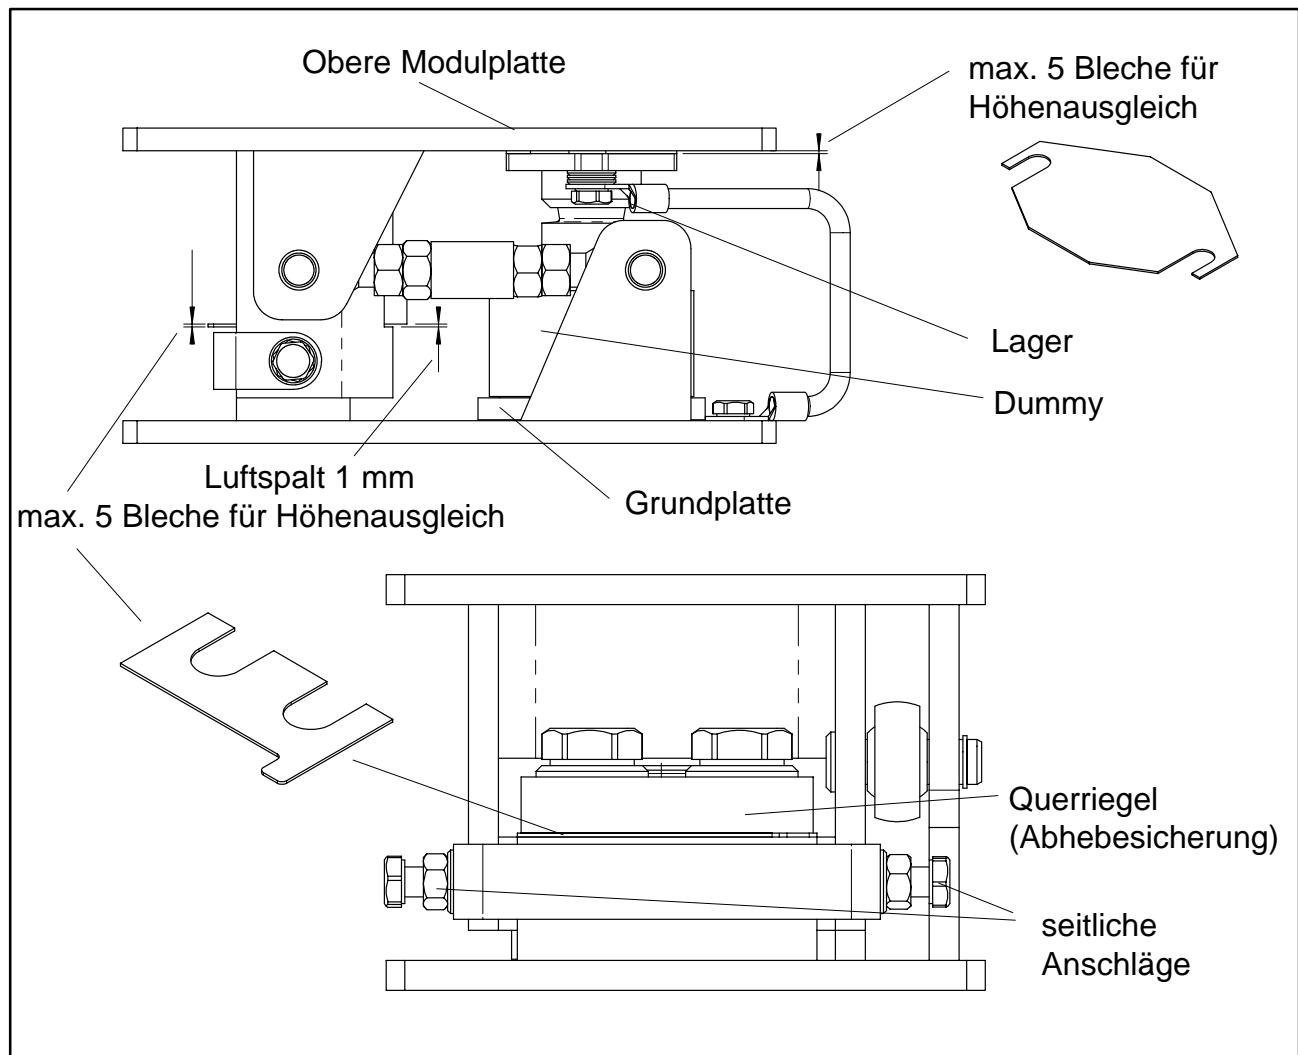
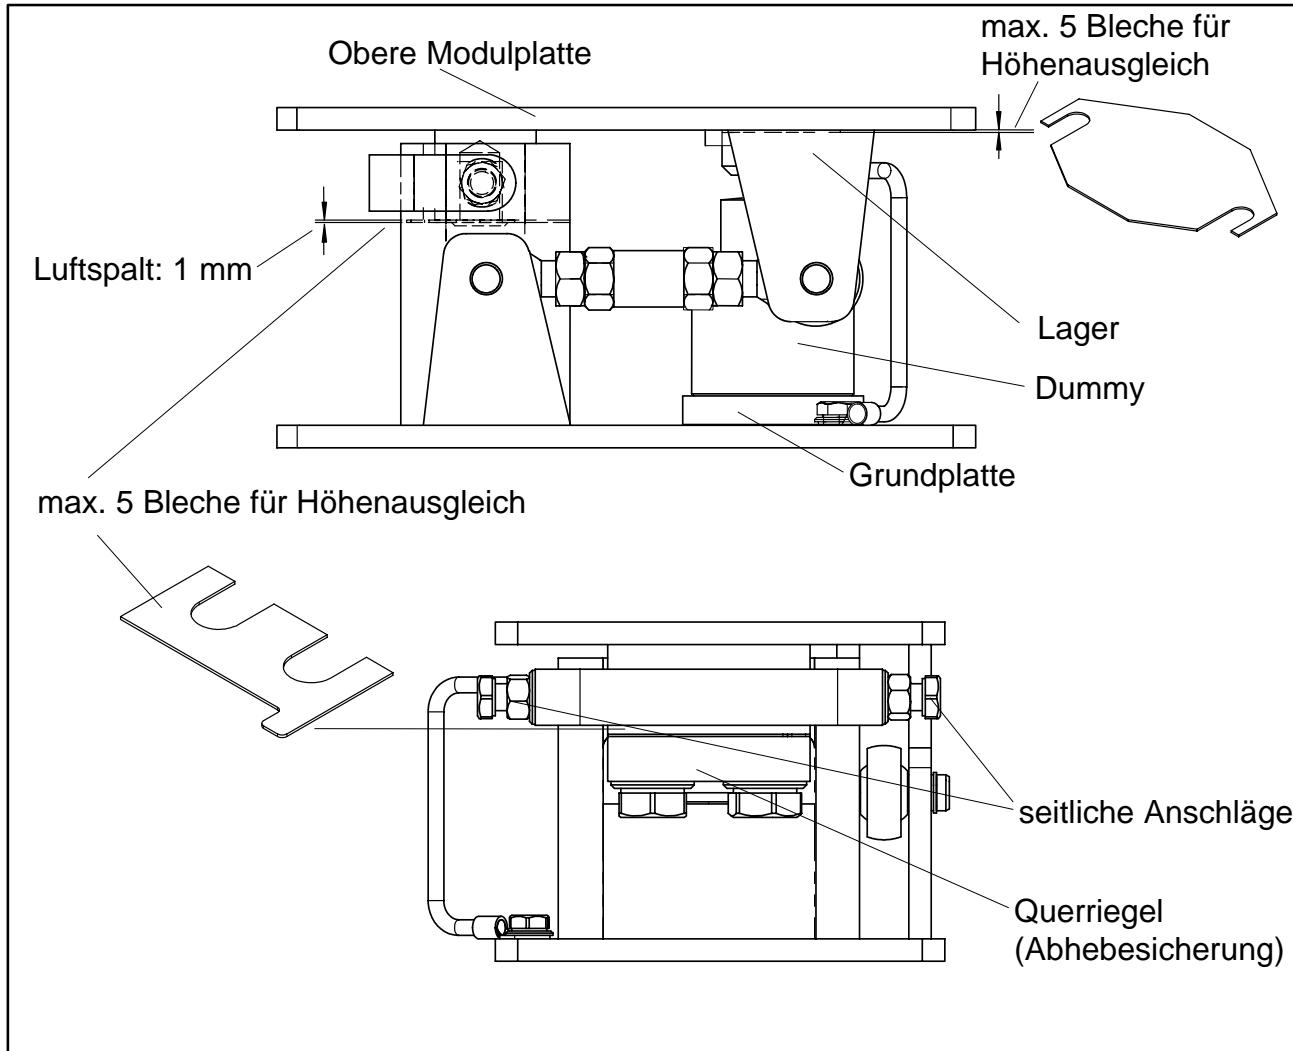

Abb. 2.1: Montage der Ausgleichsbleche bei Ausführung bis 5 t Nennlast
Abb. 2.2: Montage der Ausgleichsbleche bei Ausführung mit 10 t Nennlast
Montage der Wägezellen(siehe Abb. 2.1 und Abb. 2.2):
- Montage und Justage der Abhebesicherung durch Unterlegen von Blechen, so dass ein Luftspalt von ca. 1 mm entsteht (vgl. Abb. 2.1) bei leerem Behälter.